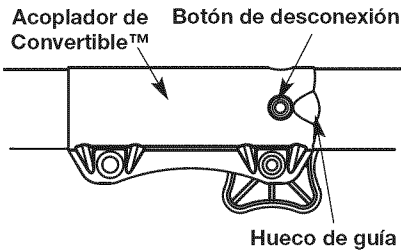

Fig. 5
**ADVERTENCIA:** Evite los arranques accidentales. Colóquese en posición de inicio cuando tire de la cuerda de arranque (Fig. 5). El operador y la unidad deben estar en una posición estable al arrancar la unidad para evitar graves lesiones personales.
2. Opima y sostenga el botón de desconexión (Fig. 5).